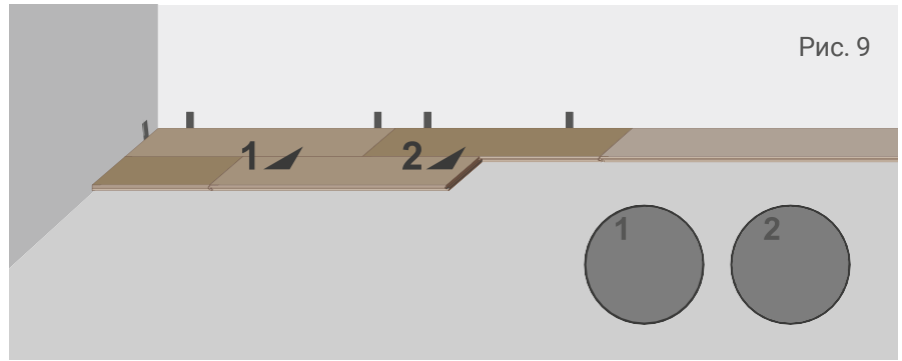

Рис. 9
8.3.1.1 После того, как Вы уложили первую планку второго ряда, укладывать следующие планки следует со стороны поперечного замка (см. рис. 8). Вставить вторую планку в паз первой с короткой стороны, при этом продольная сторона планки должна быть установлена с небольшим смещением, так чтобы при опускании данной планки вниз можно было ввести в зацепление продольный замок с предыдущим рядом (см. рис. 9).